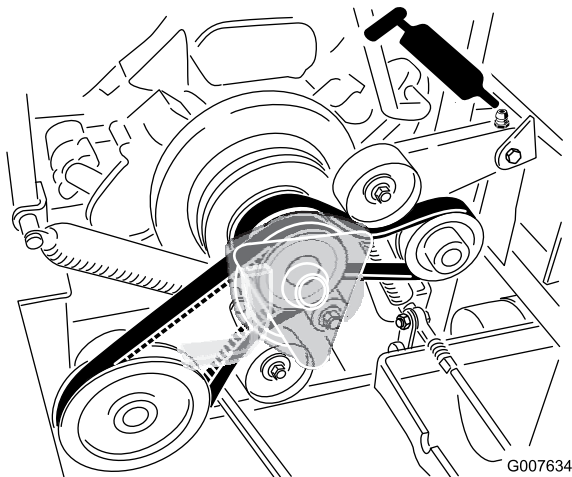

Figure 33
5. Graissez le bras de la poulie de tension de la courroie de pompe (Figure 33).